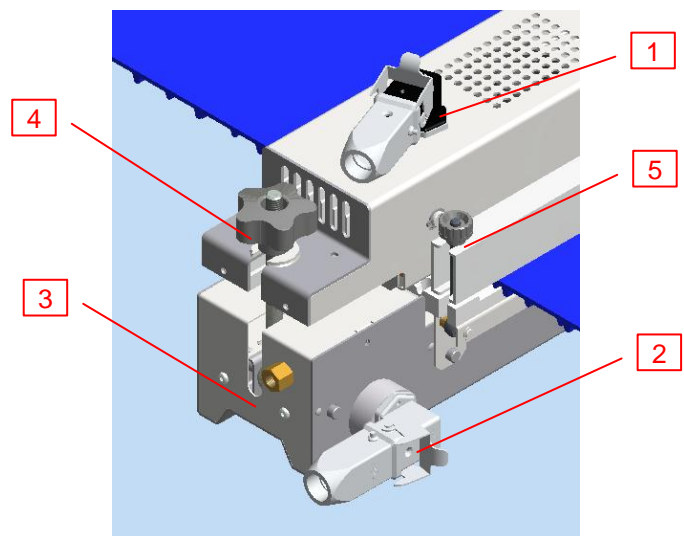

Figure 3 – Vue côté connecteurs
- Vérifier que les câbles de branchement réglage-presse soient branchés correctement et correspondent à l'attribution plaque supérieure (Figure 3, pièce 2) et inférieure (Figure 3, pièce 1).
- Brancher les câbles entre l'unité de réglage PFR-101 et la presse et contrôler qu'ils correspondent bien aux assignations plaque supérieure et plaque inférieure (Figure 3, pièce 1 et 2) ; ceci se vérifie selon les couleurs correspondantes aux prises sur PQ-603 et aux fiches sur des câbles PFR-101.
- Positionner sur la plaque de jonction (X) la deuxième tête de la bande, en faisant correspondre les dents avec les logements présents sur la plaque de jonction. Fixer la bande afin qu'elle soit bien à plat, sans trop serrer les boutons de fermeture (Figure 3 pièce 5) des deux barres de blocage.
- f. Positionner la partie supérieure de la presse (Figure 3) en veillant à ne pas déplacer le paquet (bande et accessoires) qui vient d'être préparé.
- g. Introduire les deux goujons de fixation (Figure 3 pièce 4) dans leur logement et serrer uniformément à la hauteur des deux extrémités de la presse.